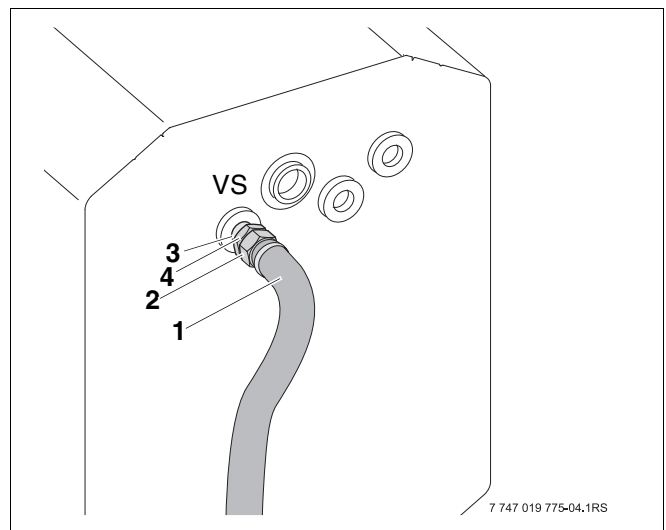

Fig. 11 Montaje de la unión de tuberías a la caldera
- ▶ Coloque la junta tórica (fig. 11, [3]) en la ranura del manguito roscado doble (fig. 11, [4]).
- ▶ Atornille el manguito roscado doble (fig. 11, [4]) en la conexión de impulsión del acumulador de agua caliente de la caldera.
- ▶ Coloque la junta (fig. 11, [2]) en la tuerca situada en el lado corto de la tubería de conexión VS (fig. 11, [1]) para la impulsión del acumulador VS. Seguidamente, atornille la tubería de conexión con el manguito roscado doble (fig. 11, [4]) en la conexión de la caldera. Al hacerlo, lleve el lado largo hacia abajo.